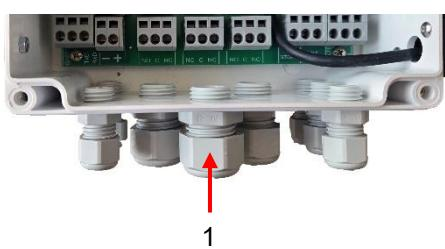
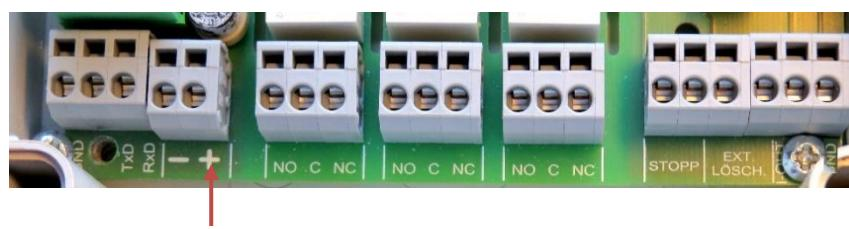

Figure 14
Figure 15
- 4e Desserrez la décharge de traction du passage de câble (1) (écrou-raccord)(voir Figure 14).
- 6e Serrez l'écrou-raccord du passage de câble (1) et établissez ainsi la décharge de traction.
- 7e Raccordez la tension d'alimentation de 24V DC aux bornes + et - (1) (voir Figure 15).